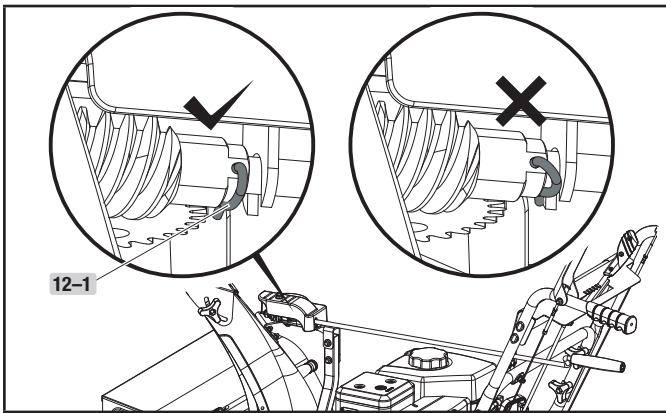

Figure 12B
3. Alignez le levier et le pignon, puis connectez la goupille R (12-1). (figure 12B)
Assurez-vous que la goupille R est positionnée comme indiqué à la figure 12B.